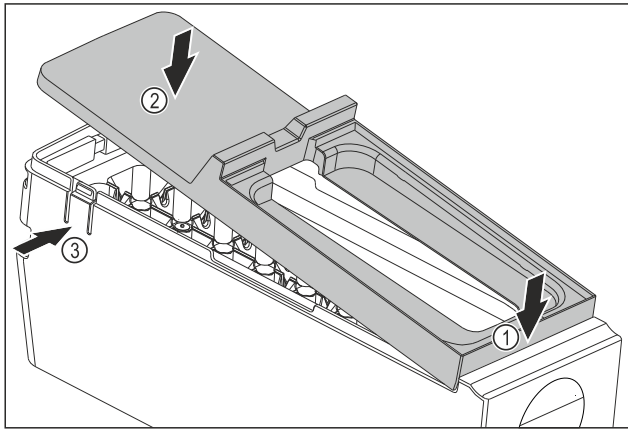

Fig. 124
- ▶ Abdeckung des EasyTwist-Ice-Korpus montieren: Abdeckung vorne ansetzen. Fig. 124 (1)
- ▶ Abdeckung hinten absenken. Fig. 124 (2)
- ▶ Abdeckung rastet hörbar in beiden Laschen Fig. 124 (3) ein.